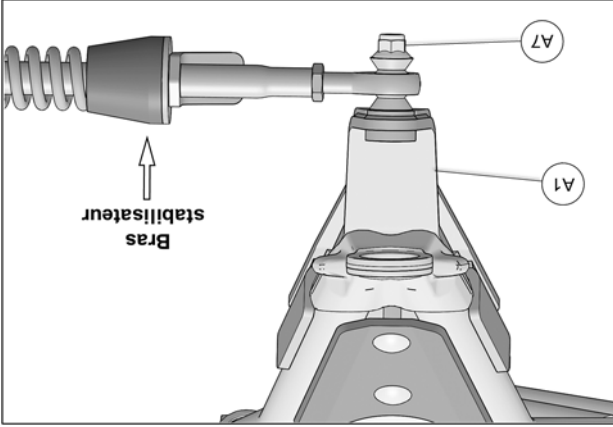

Fig. 22
13. Serrer l'écrou (A7) qui fixe le bras stabilisateur à l'ancrage anti-rotation (A1), à un couple de 70 N•m [52 lb•pi]. Voir la Fig. 22